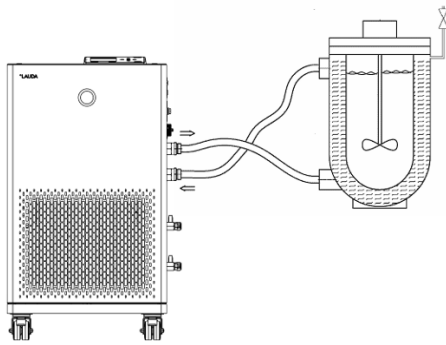

Fig. 36 : Application avec vanne de purge
- Une vanne de purge Fig. 36 peut simplifier le processus de purge. Pour cela ouvrir régulièrement la vanne avec prudence et laisser s'échapper le gaz/l'air jusqu'à ce que le liquide sorte de la vanne, refermer la vanne de purge. Collecter le liquide dans un récipient adapté. Actionner à nouveau la vanne à intervalles réguliers jusqu'à ce qu'il n'y ait plus d'air.